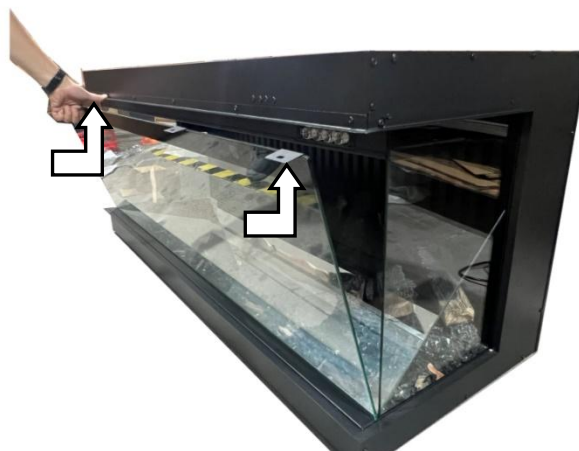

Fig.1-1 Fig.1-2
- Retirez toutes les vis de la partie supérieure de la vitre. Fig.1-1